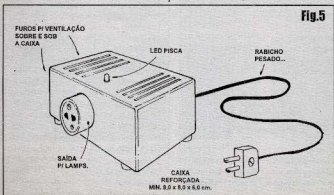

Fig.5
- FIG. 5 - ACABAMENTO EXTERNO - Seguindo rigorosamente os já mencionados cuidados com a isolamento, o circuito poderá ser acondicionado numa caixa forte, dotada de orifícios ou frestas